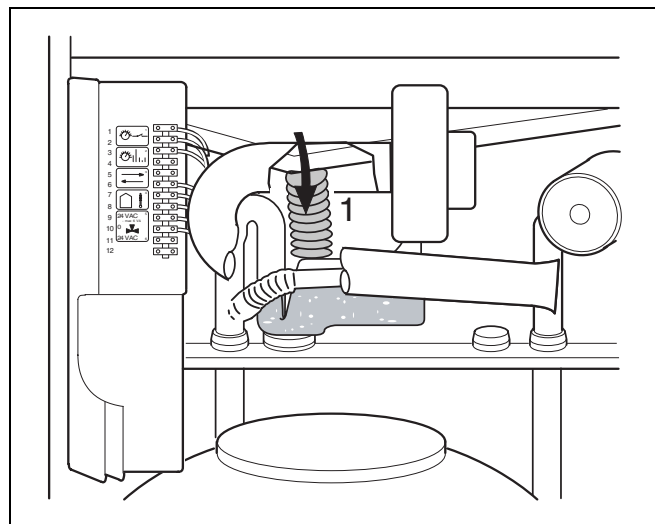

Fig. 18 Umplerea sifonului cu apă
- Se scoate furtunul de la placa de condens (fig. 18, poz.1).